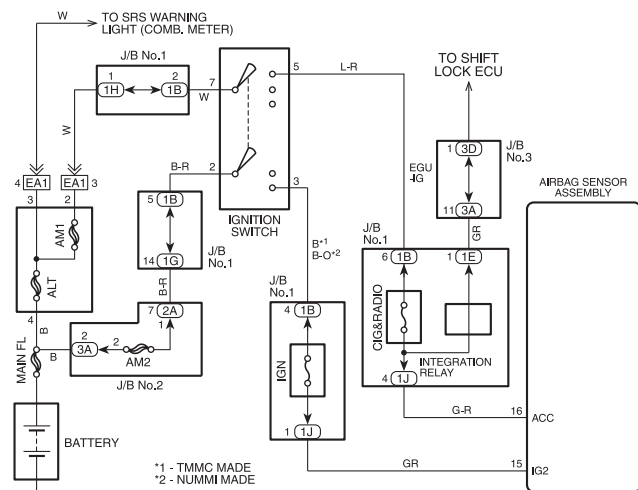

Рис. 13. Фрагмент схемы электропитания SRS
2. При включенном зажигании проверить напряжение на контактах 16 (ACC) и 15 (IG2) разъема ABSA, его величина должна быть 10...14 В. Если значение другое, то проверить все соединения АКБ ↔ ABSA (рис.13), а также работоспособность АКБ и зарядной системы;